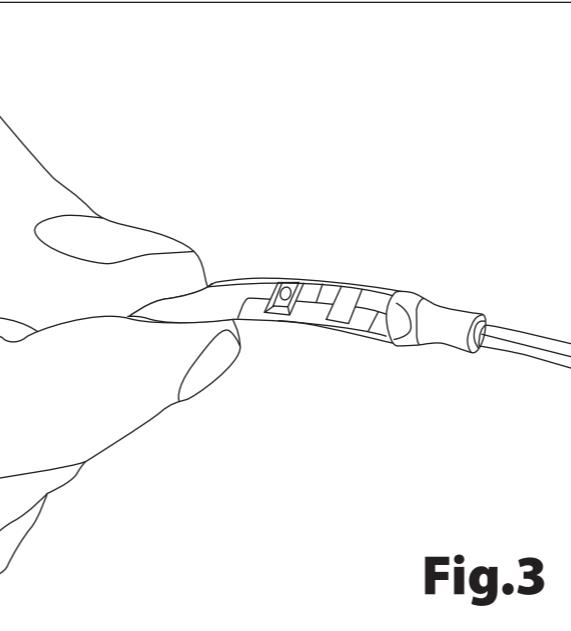

Fig.3
c. Realizzare l'isolazione dei punti di alimentazione con una guaina flessibile (non fornita con la striscia a LED), (fig. 3).
c. Isollez les points d'alimentation avec un manchon thermorétractable (ce n'est pas fourni avec la bande LED), (fig. 3).
c. Isolice los puntos de suministro con una funda termoretráctil (no viene incluida con la tira de LED), (fig. 3).